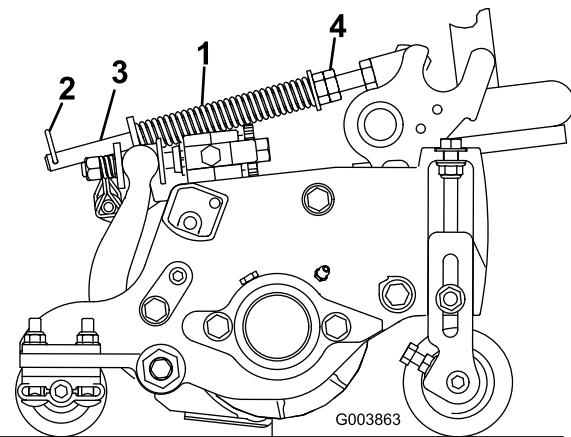

Рисунок 15
2. Затяните шестигранные гайки в передней части штока пружины так, чтобы длина сжатой пружины была равна 12,7 см на Reelmaster 5410 (с 5-дюймовыми режущими блоками) или 15,9 см на Reelmaster 5510 и 5610 (с 7-дюймовыми режущими блоками) (Рисунок 15).
Пружина компенсации состояния грунта (Рисунок 15) переносит вес с переднего на задний каток. (Это помогает снизить волнобразный рисунок на грунте, также называемый волнами или неровностями.)
- Убедитесь в том, что шплинт вставлен в заднее отверстие штока пружины (Рисунок 15).